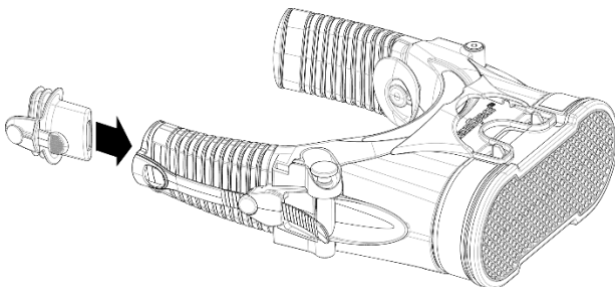

Figura 12 - Prueba de flujo
2. Coloque la tapa amarilla de prueba de flujo en el fuelle izquierdo. Consulte la Figura 12.